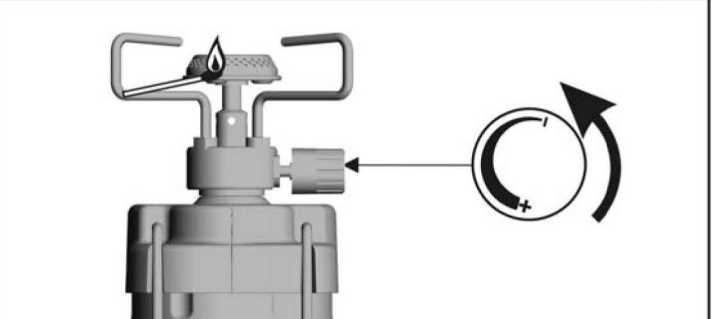

fig. 4
- Allumage du brûleur (fig. 4)
- Positionner les bras-support de casserole (2)
- Présenter une flamme à proximité du brûleur (1) puis ouvrir progressivement le gaz en tournant le volant (2) dans le sens inverse de rotation des aiguilles d'une montre (voir détail fig. 4)
- Poser la casserole sur les bras (2), centrée sur le brûleur, et régler le débit du gaz de manière à ce que les flammes ne dépassent pas la casserole.
- Quand la cuisson est terminée : fermer le gaz en tournant le volant (3) à fond dans le sens de rotation des aiguilles d'une montre.
- Check that the stove (see fig. 4) is present and in good condition (fig. 1). Do not use the stove if the seal is missing or damaged, return it to your retailer.